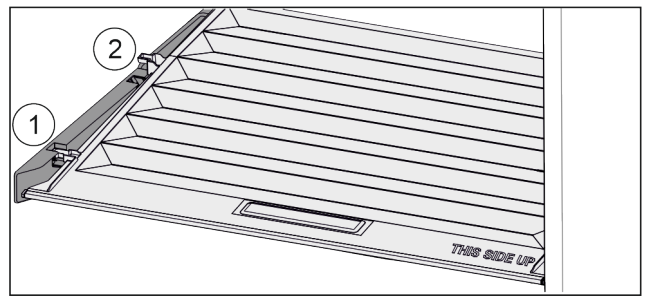

Fig. 80
- ▶ Deckel bis zur Öffnung in den Halteteilen nach vorne ziehen Fig. 80 (1).
- ▶ Hinten von unten anheben und nach oben wegnehmen Fig. 80 (2).